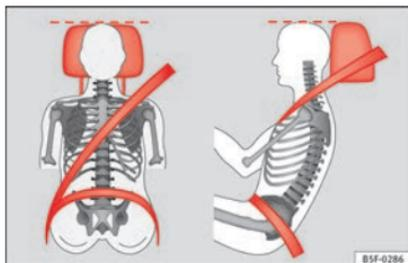

Fig. 48 Appuie-tête correctement réglé, vu de face et latéralement.
- Réglez l'appuie-tête de telle manière que son bord supérieur soit dans la mesure du possible à la même hauteur que la partie supérieure de votre tête, et au moins à la hauteur des yeux » fig. 48.